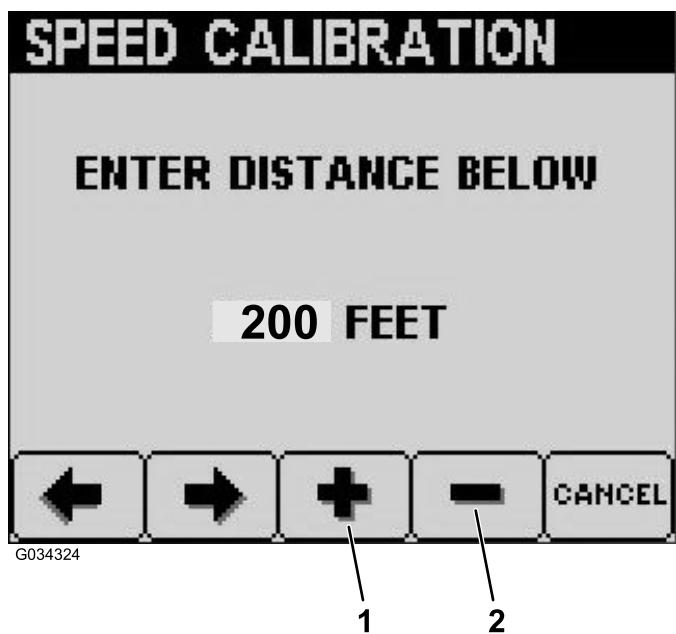

Bild 32
7. Drücken Sie die Taste 3, um die gewünschte Distanz zu verlängern, oder die Taste 4, um die gewünschte Distanz zu verringern (Bild 32).